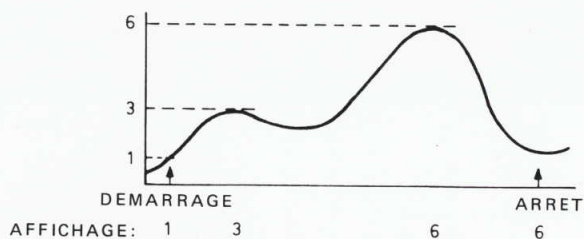

Fig. 19. Mesures V^{\wedge} en mode MAN ou EXT START.
- Démarrage externe ou manuel et arrêt d'une mesure (figure 19)